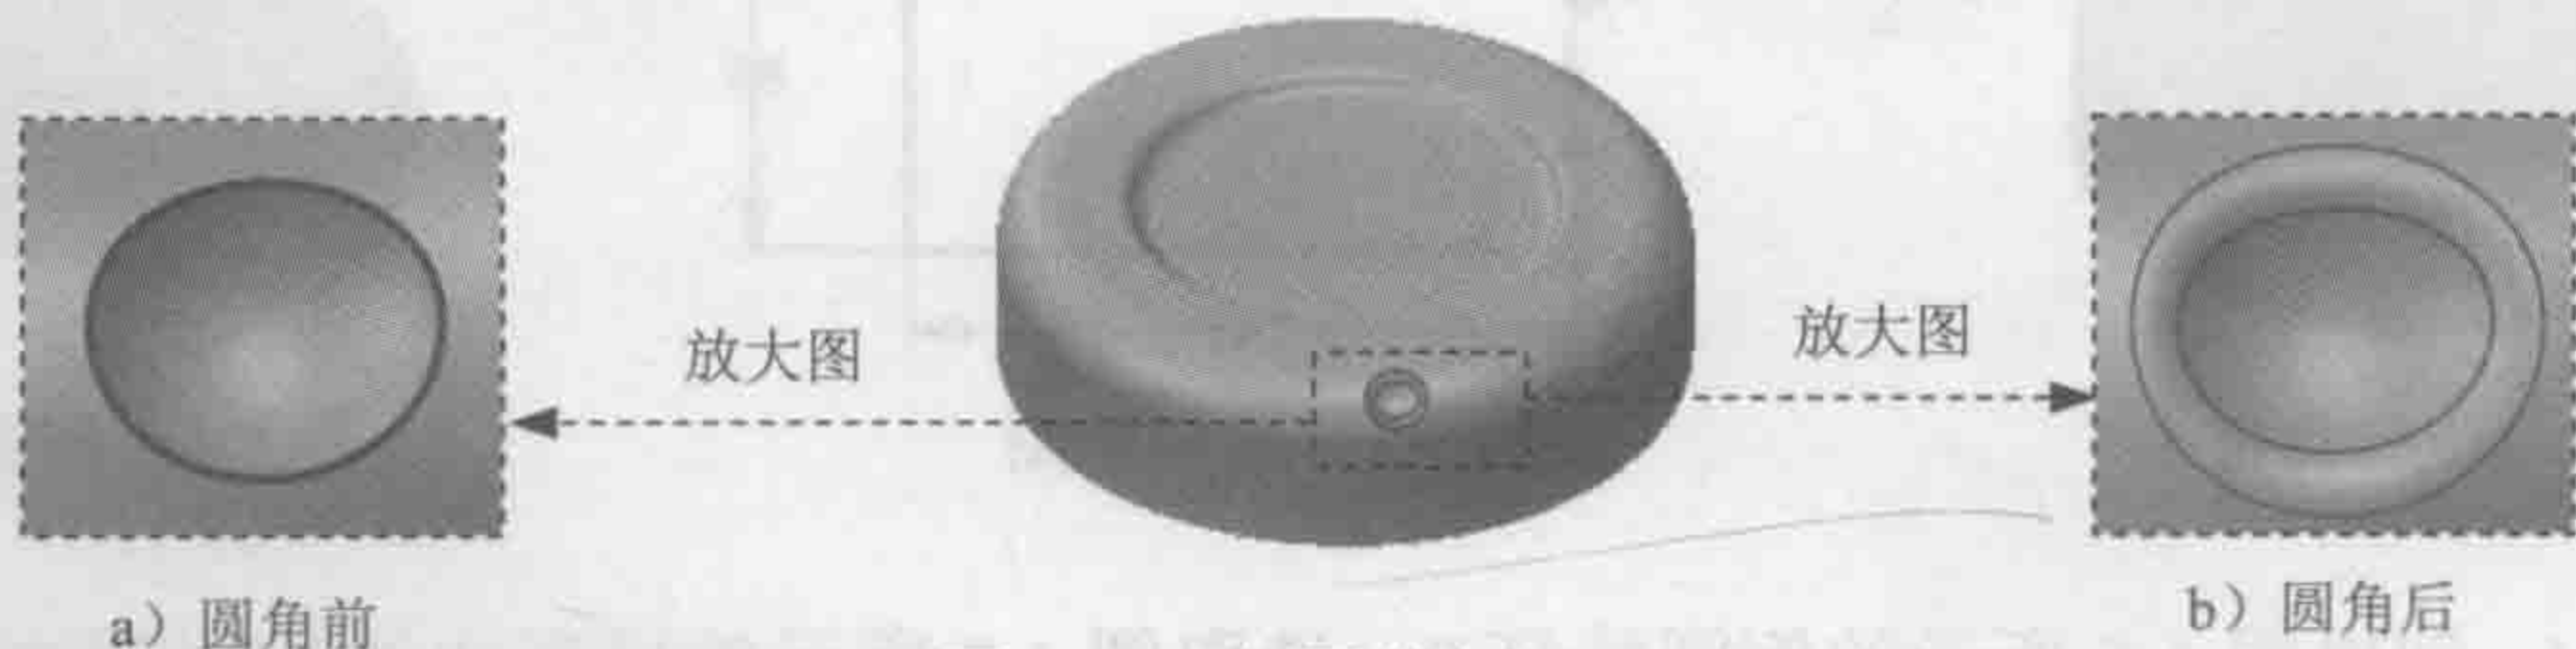

图 1.12 倒圆特征 4
Step7. 创建图 1.12 所示的倒圆特征 4。选取图 1.12a 所示的模型边线为倒圆的对象，输入倒圆角半径值 5.0。